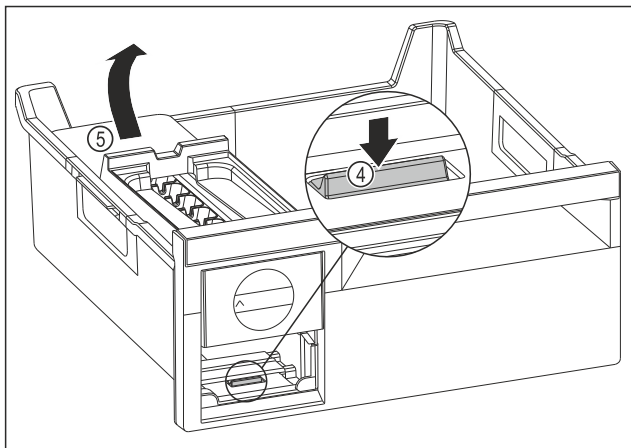

Fig. 121
- Извлеките корпус EasyTwist-Ice: Надавите пальцем вниз на накладку Fig. 121 (4) и одновременно другой рукой поднимите корпус EasyTwist-Ice Fig. 121 (5) сзади.